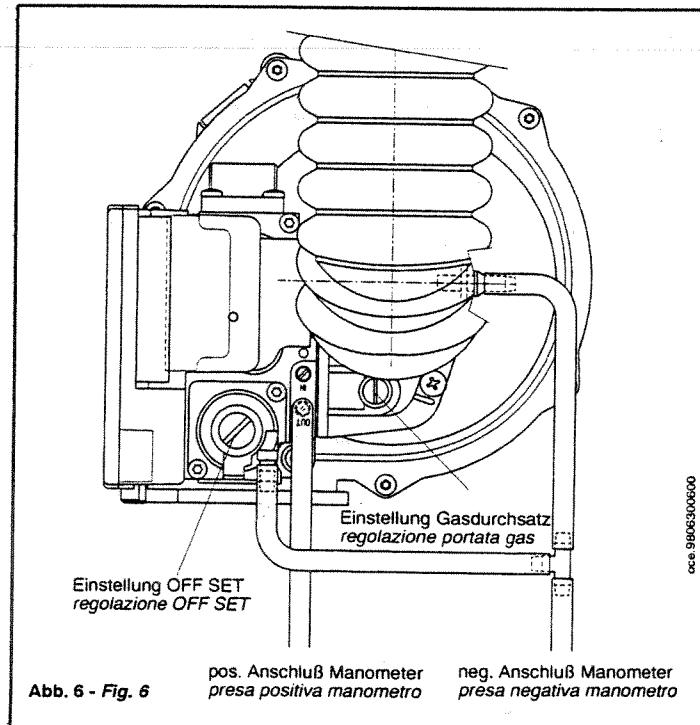

Abb. 6 - Fig. 6
Unter diesen Bedingungen dient der Einstellknopf der Heizwassertemperatur (9) zur Regelung der Heizleistung. Den Knopf vollständig im Uhrzeigersinn drehen, um die max. Heizleistung bzw. vollständig gegen den Uhrzeigersinn drehen, um die minimale Heizleistung zu erreichen. Vor diesem Vorgang den positiven Anschluß eines Differenz-Mikromanometers an den dahinter befindlichen Druckanschluß des Gasventils anschließen. Den negativen Anschluß des Manometers an den Ausgleichsanschluß des Gasventils über ein geeignetes T-Stück anschließen, welches das Manometer, den Ausgleichsanschluß des Ventils und den Ausgleichsanschluß des Kessels miteinander verbindet (vgl. Abb. 6).
- accendere la caldaia mediante il selettore (11) assicurandosi che ci sia richiesta di calore;
- premere il tasto spazzacamino (7) per un tempo di 10 secondi fino alla visualizzazione, sul display, del codice [25] lampeggiante;
- regolare, mediante la manopola (9), la portata termica minima del-
- Die minimale Heizleistung des Gerätes über Bedienknopf (9) einstellen;
- Überprüfen, ob OFF SET, der auf dem Mikromanometer abgelesene Druckwert, gleich Null ist; anderenfalls die Einstellschraube auf dem Gasventil betätigen (vgl. Abbildung 6);
- Die maximale Heizleistung des Gerätes über Bedienknopf (9) einstellen;
- Überprüfen, ob der an der Abgasleitung des Gerätes gemessene CO2-Wert 8,7% beträgt, anderenfalls die Einstellschraube des Gasdurchsatzes auf dem mit dem Gasventil kombinierten Venturirohr betätigen (vgl. Abbildung 6);
- Die Funktion „EINSTELLUNG“ durch Ausschalten und Wiedereinschalten des Kessels über den Wahlschalter (11) verlassen. Dieser Vorgang wird in jedem Fall nach Ablauf von 20 Minuten automatisch unterbrochen.